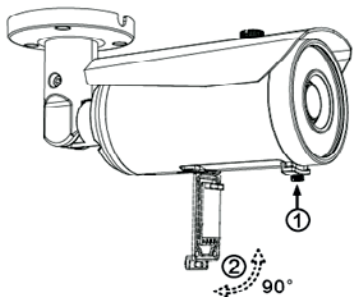
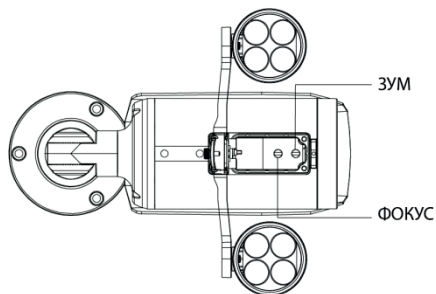

Рис. 3
Рис. 4
2. Элементы настройки угла обзора и резкости находятся в нижней части корпуса под люком (рис.3). Для осуществления настройки ослабьте винт 1 и откройте люк 2, ближе к объективу будет находиться винт настройки угла обзора, затем – винт настройки фокусировки (рис.4).